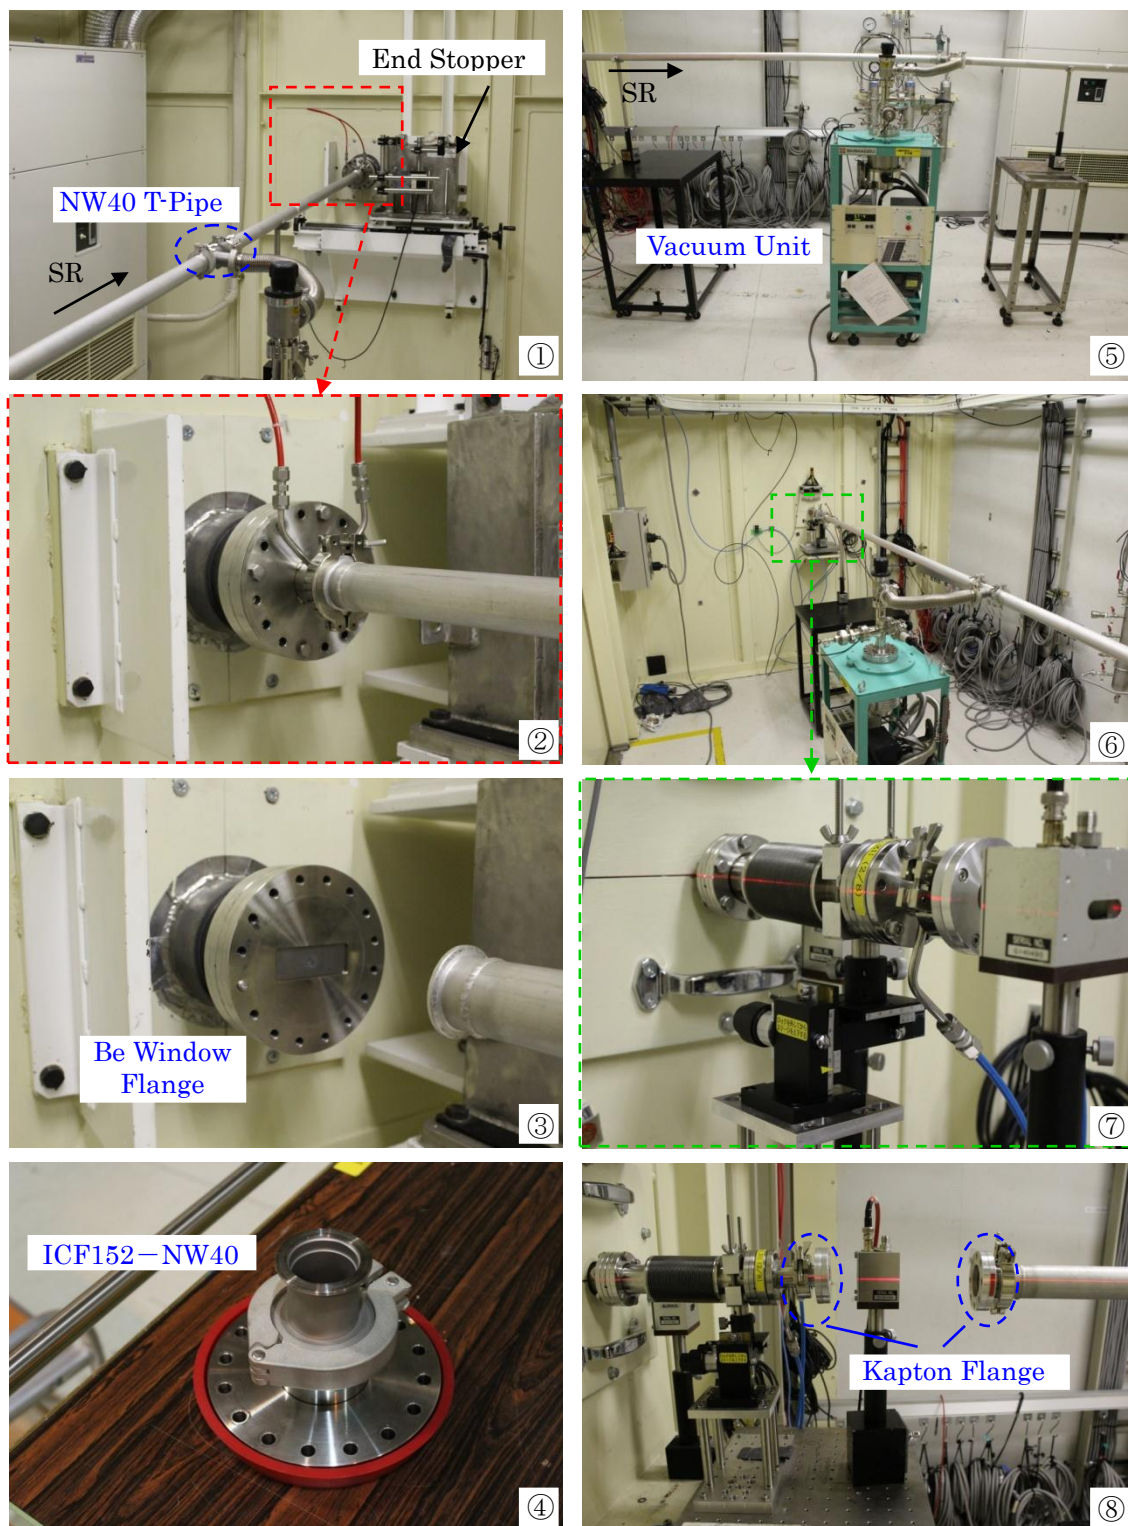

図 3 実験ハッチ 1 の準備例
基本は図 3 のようにハッチ内にある 2 本の NW40 のパイプ (EH1 と書いてある) を接続する。移動式の排気システムは T 管を使って①のように接続する。